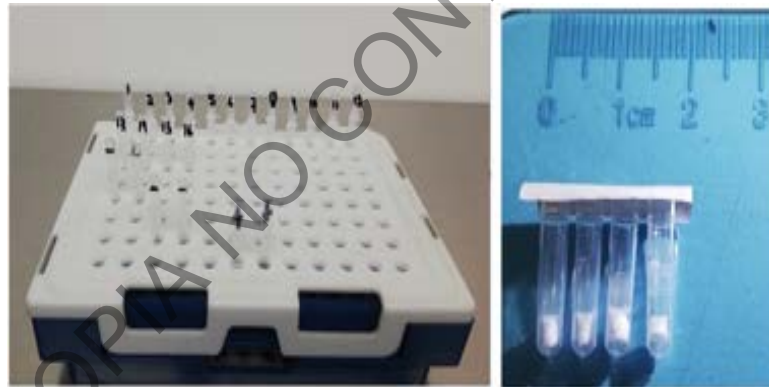

Figura 20. Soporte para placa y microtubos de reacción transparentes
**7.3.11** El kit VIASURE para determinar infecciones de transmisión sexual puede venir en 2 presentaciones distintas de tubos de reacción. En caso de que se utilicen microtubos de reacción *transparentes*, coloque los microtubos en un bloque o soporte para mejor manipulación (los soportes de las placas de reacción son una buena opción para dar sostén a los microtubos) y retire el aluminio protector. Se debe incluir como mínimo un control positivo y un control negativo de PCR. Ver figura 20.